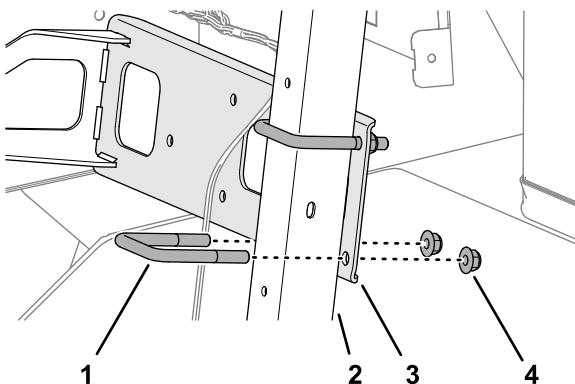

図 76
4. 2本の U ボルト (3/8") と4つのフランジロックナット (3/8") を使って、マニホールドマウントをダッシュサポートチューブ (図 76) に仮止めします。